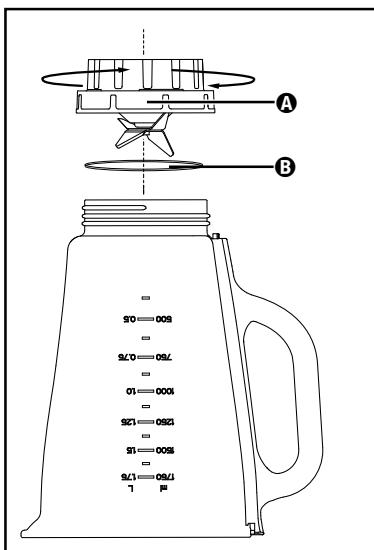

Fig. 3
- 2) Stil produktet på hovedet og drej påsatsen **A** med knivene **4** imod urets retning, så den kan løsnes fra blenderkan den **3** (se fig. 3).